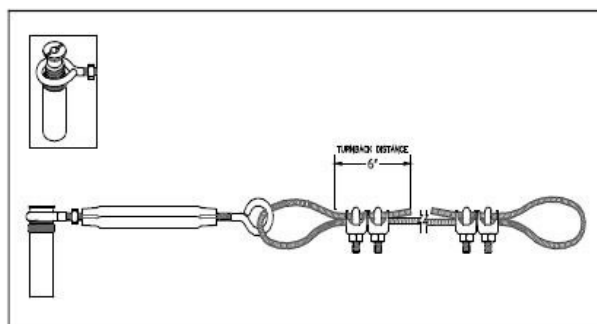

Figura 15
Step 4: Passare l'estremità del cavo attraverso l'occhiello del tenditore non utilizzato. Fare un anello/cappio con un giro indietro di 15 cm ed installare due bulloni ad U per assicurare il cavo (vedi Figura 15).